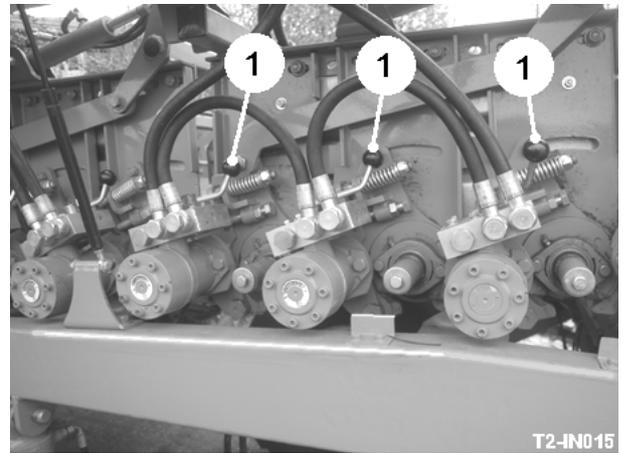

Fig 16
Los 1st y 2nd separadores de omega son ambas 3 unidades de rodillo. Para apoyar una emisión firme sobre los separadores, están por separado montados permitiendo que ellos sean presentados tendenciosamente hidráulicamente entre 0 ° y 8 °. El barra de enrollar la velocidad de cada unidad puede ser puesto sobre la pantalla de terminal del servicio. La velocidad de cada conjunto de rollers de terrón es puesta sobre el terminal del servicio. Además, cada motor de rodillo de terrón es entallado con un manual que invierte válvula (item 1, fig 16) permitir que el operador ponga a punto la separación.